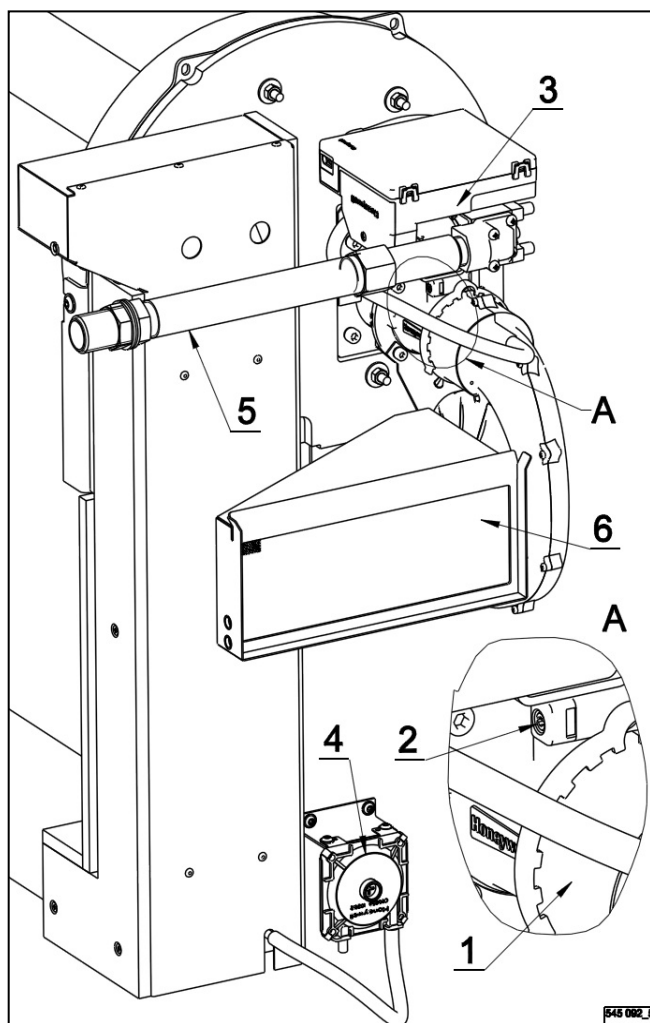

figura 3.7.3.A – calentamiento de gas
- A un tipo de gas y su sobrepresión correspondiente de trabajo del gas siempre le corresponde un ajuste preciso de la válvula de estrangulación (2) del tubo Venturi (1) y un juego de datos de parámetros de la unidad de control ESYS (3) – véase la figura 3.7.3.A. A la vez, cada máquina tiene ajustado aparte un conector de seguridad de depresión (4) que impide la función del calentamiento de gas en el caso de que la resistencia – la máxima pérdida de la presión en el lado de escape $p_{z\ max}$ véase la tabla 3.5., supere el límite permitido o se dañe – véase el capítulo 5.9.2.
- En la frente derecha de la calefacción, figura 3.7.3.B se encuentra una tapa para el control visual a corto plazo de la llama.